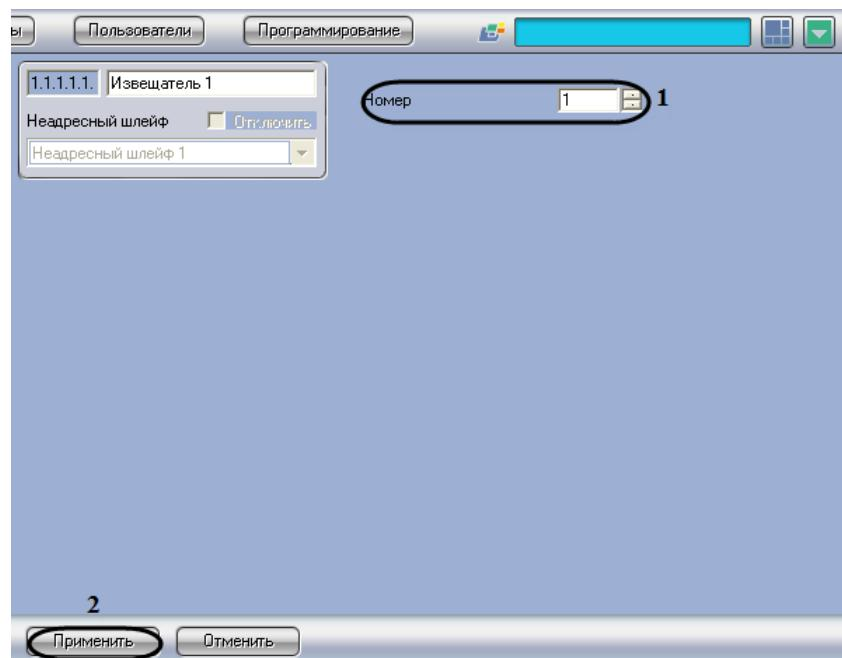

Рис. 3.6—4 Панель настроек объекта Извещатель
- В поле **Номер** необходимо с помощью кнопок **вверх-вниз** ввести порядковый номер в списке устройств (см. Рис. 3.6—4, 1).
- Для сохранения внесенных изменений необходимо нажать кнопку **Применить** (см. Рис. 3.6—4, 2).